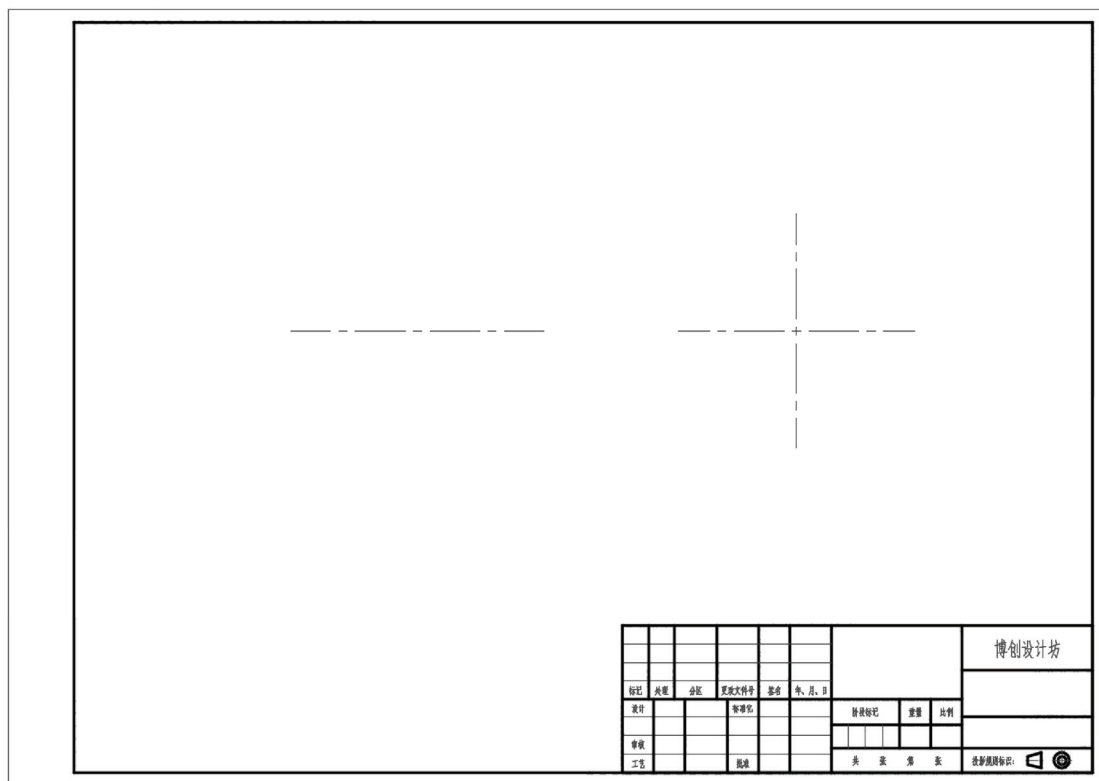

图 8-78 绘制中心线
4) 绘制中心线。单击“直线”按钮，在图框内绘制图 8-78 所示的中心线。